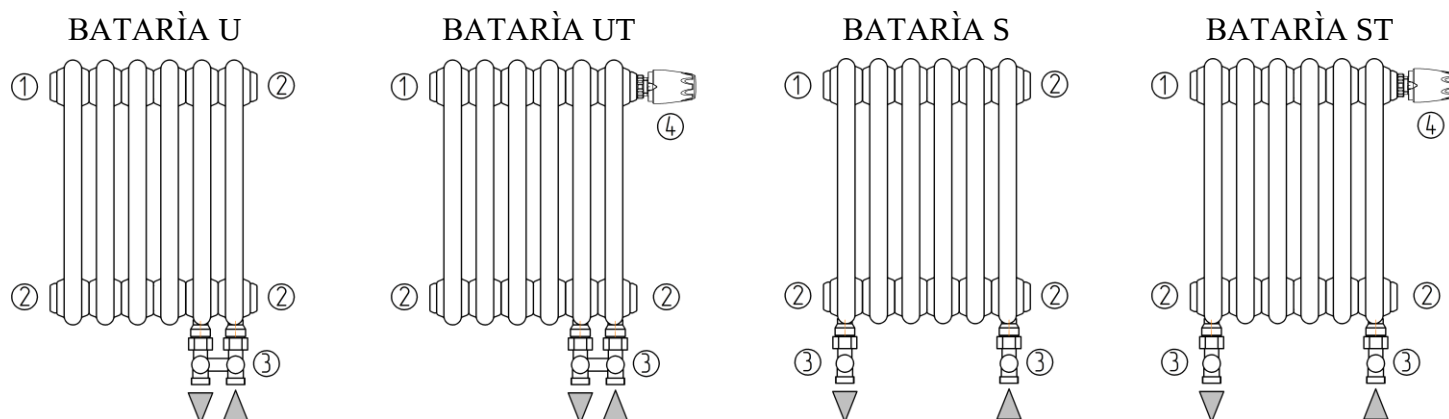

Рис. 3 1. Кран Маевского-воздухоотводчик. 2. Пробка глухая. 3. Арматура нижнего подключения. 4. Термостат.
5.6. Схемы вариантов нижнего подключения приведены на рис.3. Присоединение прямой и обратной магистрали должно соответствовать стрелкам на рисунке. Правостороннее или левостороннее подключение выбирается поворотом радиатора на 180° . Термоголовка и арматура нижнего подключения в комплектацию не входят и приобретаются отдельно.